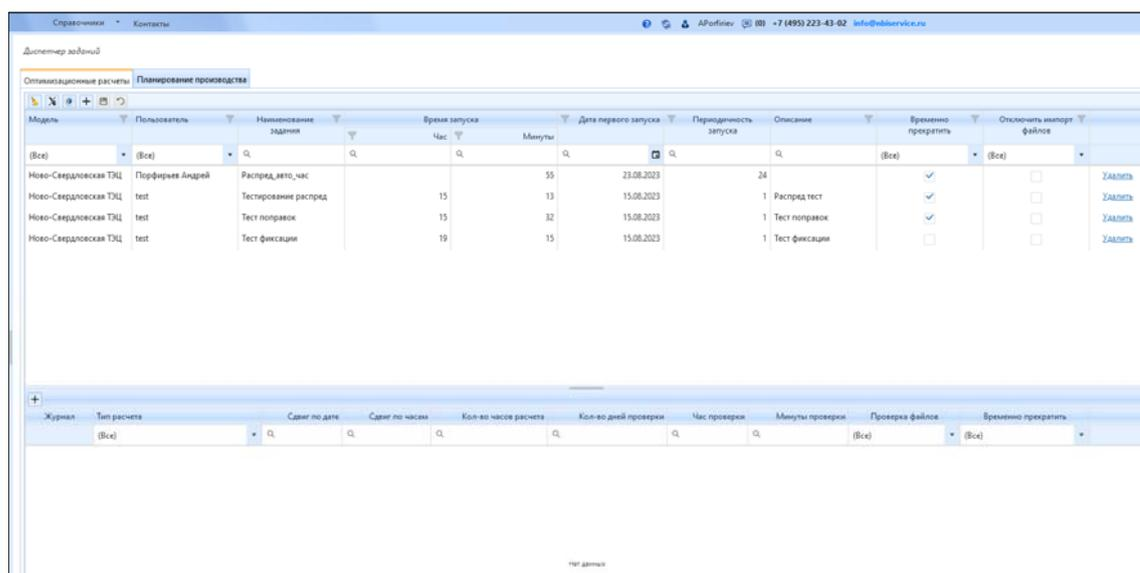

Рисунок 4.1.20 – Интерфейс подраздела «Диспетчер заданий»
2. После выбора модуля на главном экране отобразится интерфейс подраздела «Диспетчер заданий» (рис. 4.1.20).